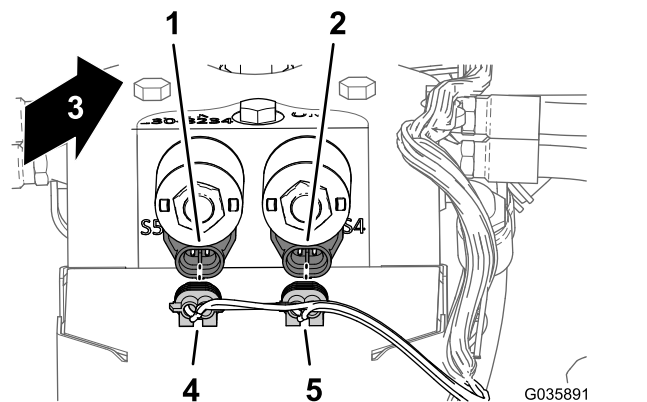

Figura 27
2. La partea din spate a colectorului cilindrului de ridicare, conectai cei 2 conectori electrici ai cablului pentru braul sonic la solenoidii pentru controlul activării sonice, aa cum se arată în Figura 27.